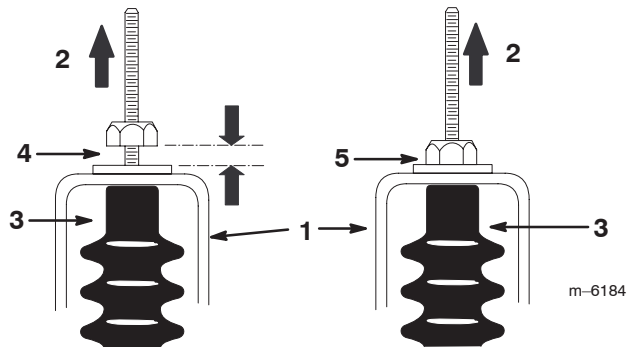

Bild 27
5. Ziehen Sie jeden Schaltzug nach oben, um sicherzustellen, dass zwischen der Mutter/Scheibe und der Neutralhalterung kein Abstand besteht (Bild 27). Ziehen Sie die Mutter fest, wenn ein Abstand besteht.